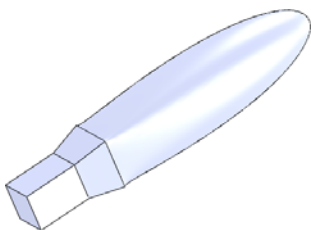

图 6-166 生成伸展弯曲特征
- 03 单击对话框中的 【确定】按钮，完成伸展弯曲特征，如图 6-166 所示。